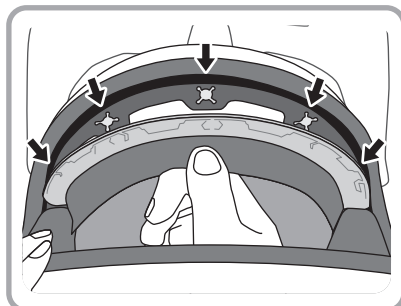

Рис. 1
1. Отстегните застёжки в лобной части шлема, потянув вниз. (Рис.1)